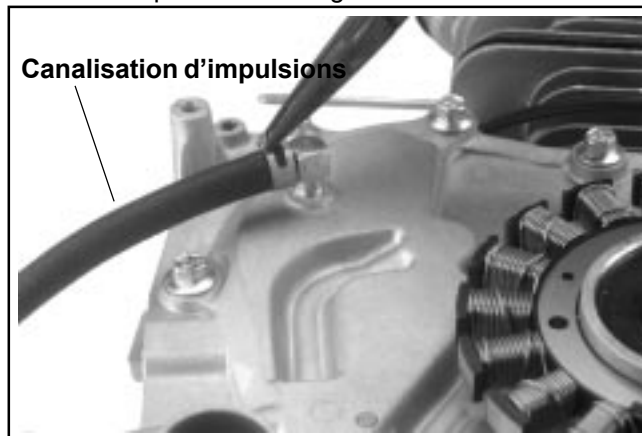

Figure 10-44. Connexion de la conduite d'impulsions à la fixation.
2. Si une fixation est utilisée, connecter la conduite d'impulsions de la pompe à carburant et l'attacher avec la pince. Voir la Figure 10-44.